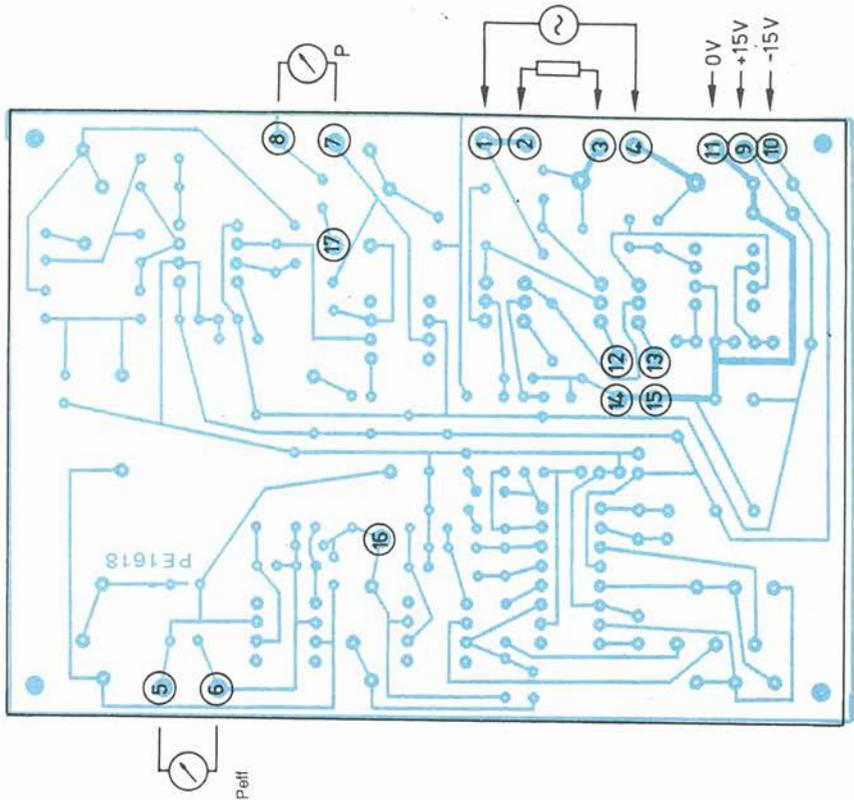

Figura 5. Il convertitore di misura deve essere tarato con precisione
Occorre tener presente che, pur se la potenza efficace (1) viene sempre determinata in maniera corretta, indipendentemente dalla frequenza (tra 0 e 20 kHz), dall'angolo di fase e dalla forma d'onda, la determinazione di  $P$  e perciò di  $\cos\phi$  è prevista soltanto per un'oscillazione sinusoidale. Per altre forme d'onda è necessario un adattamento, cioè una nuova regolazione di P7 (Figura 5).